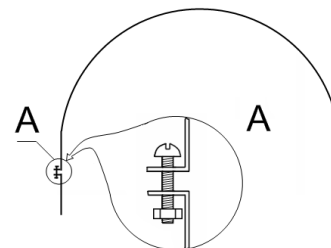

Рис. 19
- ✓ К прижимной ленте №31 присоедините ленту короткую №32 винтом м4х35 (№35 комплектации). Гайку м4 до конца не затягивайте, оставьте место для дальнейшей подтяжки прижимной ленты после фиксации верхнего покрытия (см. рис. 19-А).